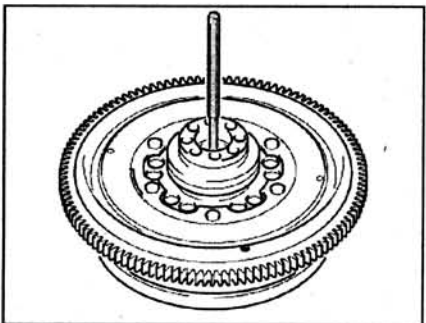

Рис. 2.57. Извлеките игольчатый подшипник из маховика с помощью пробойника.
25. Извлеките игольчатый подшипник из маховика с помощью пробойника (рис. 2.57).